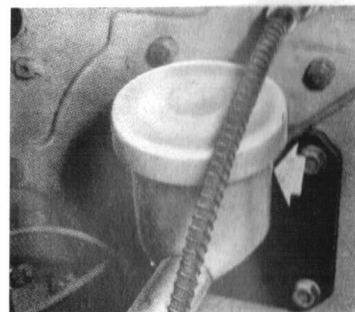

Fig. 35 - Serbatoio liquido freni.
1. Verifica livello liquido freni. Il contenitore del liquido freni è situato sotto il cofano motore adiacente al pannello separatore vano motore-abitacolo. Togliere tutta la sporcizia intorno al coperchio e svitarlo. Il livello del liquido deve trovarsi al di sopra della marcatura stampata sul contenitore stesso (fig. 35).